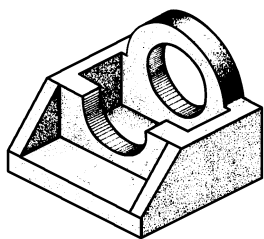

图 20
20. 根据轴测图（图 20）画三视图（尺寸从轴测图上量取整数，比例 1:1）。